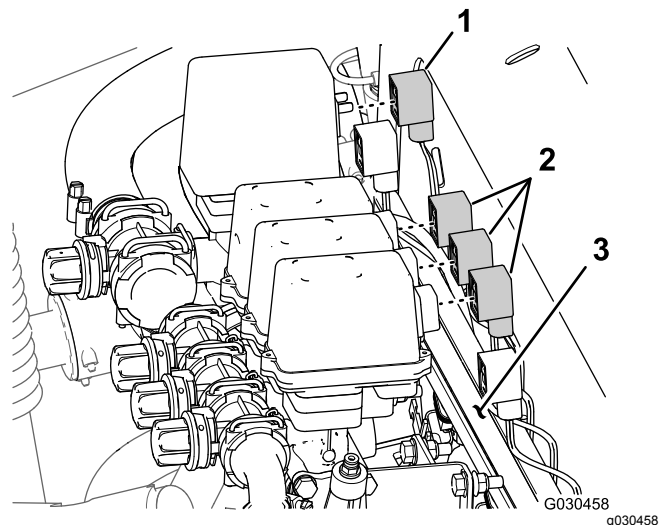

図 55
2. マニホルドマウント後部で、攪拌バルブから3ソケットコネクタを外し、ブームバルブ全部で3つから、それぞれ3ソケットコネクタを外す 図 55。